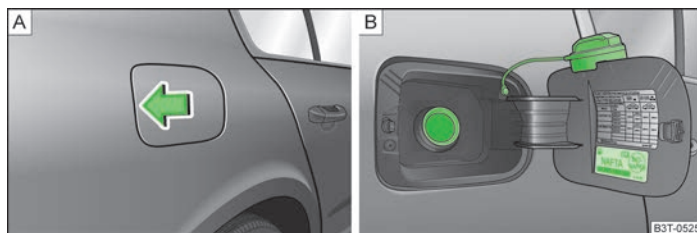

Fig. 155 Parte trasera del vehículo, lado derecho: Abrir la tapa del depósito/ tapa del depósito con el tapón enroscado
En un adhesivo pegado en el lado interior de la tapa del depósito se indican el tipo adecuado de combustible para su vehículo, así como el tamaño de neumático y la presión de inflado del mismo » fig. 155 de la página 182 - .
- Presionar en el centro de la zona izquierda de la tapa del depósito » fig. 155 - .
- Desenroscar hacia la izquierda el tapón de cierre del depósito y colocarlo desde arriba en la tapa del depósito » fig. 155 - .